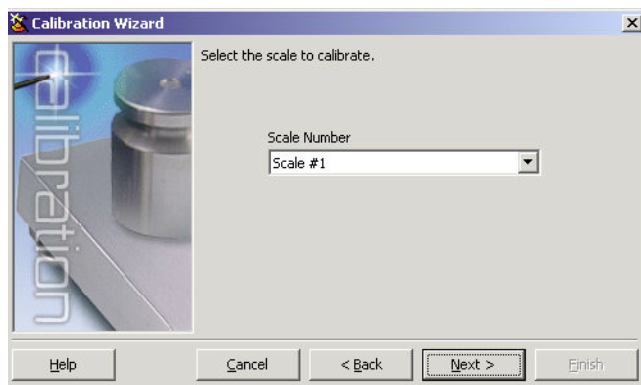

Figura 4-4. Pantalla del iRev de selección de báscula
2. Luego (ver la Figura 4-4), seleccionar la báscula que quieren calibrar.